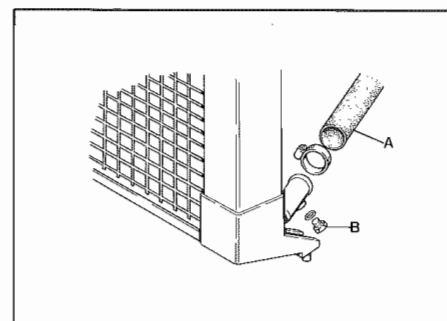

Fig. 9 - A - Tubo ritorno acqua
- Scaricare il liquido di raffreddamento dal tappo e smontare il tubo ritorno acqua (Fig. 9).
- Drain coolant through plug and disassemble water return tube (Fig. 9).